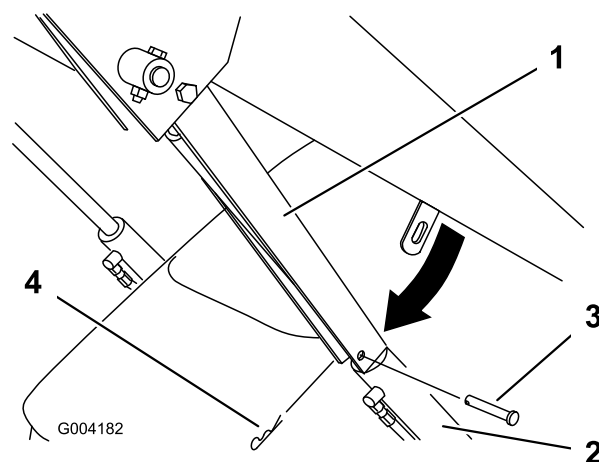

Figura 24
4. Togliere la coppiglia a forcina e il perno con testa che fissano il blocco del cilindro al braccio della pala caricatrice (Figura 24).
5. Abbassare il blocco del cilindro sull'asta del cilindro e fissarlo con il perno con testa e la coppiglia a forcina (Figura 24).